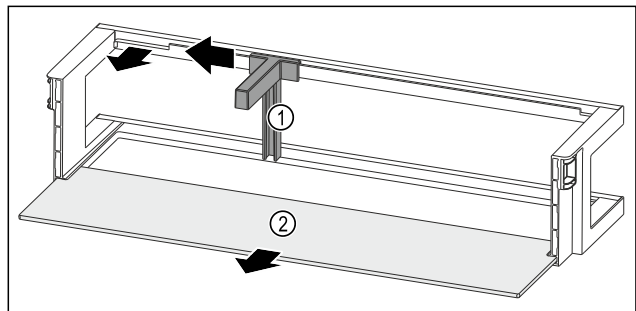

Fig. 249 Türabsteller mit Flaschenhalter und Abstellfläche
- ▶ Flaschenhalter Fig. 249 (1) bis zur Ausparung zur Seite schieben.
- ▶ Flaschenhalter Fig. 249 (1) entnehmen.
- ▶ Abstellfläche Fig. 249 (2) entnehmen.